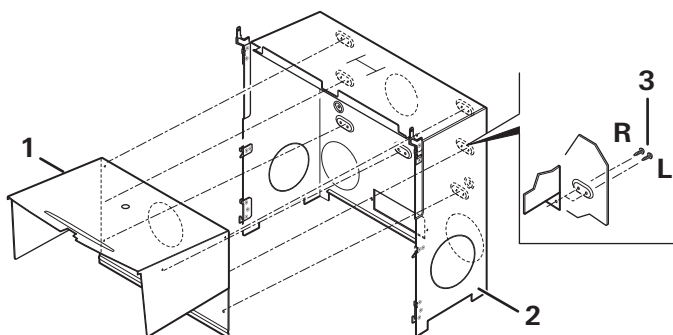

Fig. 12
- **S 5004** : fixer la partie intérieure de la niche (Fig. 12-1) à l'aide de 7 vis à tôle de 3,5 x 9,5 mm (Fig. 12-3) sur la partie extérieure de la niche (Fig. 12-2). Ce faisant, tenir compte du fait que le montage se fait à droite (Fig. 12-R) ou à gauche (Fig. 12-L).